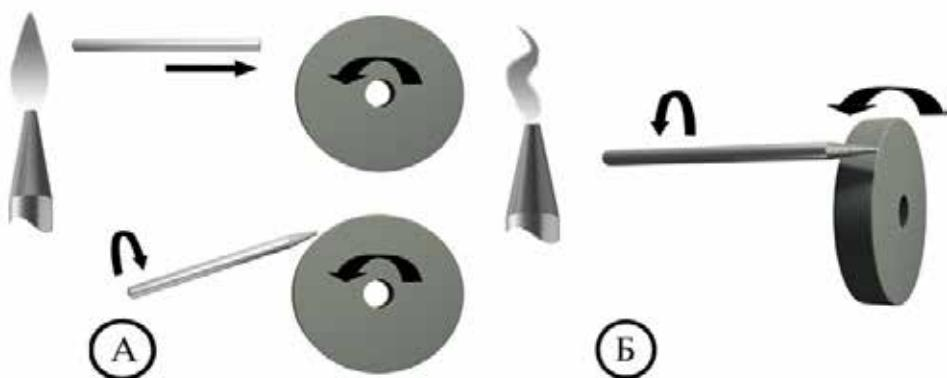

Рис. 8.15. Пример заточки вольфрамового электрода:
**Особое значение следует уделить правильности заточки вольфрамового электрода, т.к. это влияет на качество и форму сварного шва (см. рис. 8.15, 8.16).**